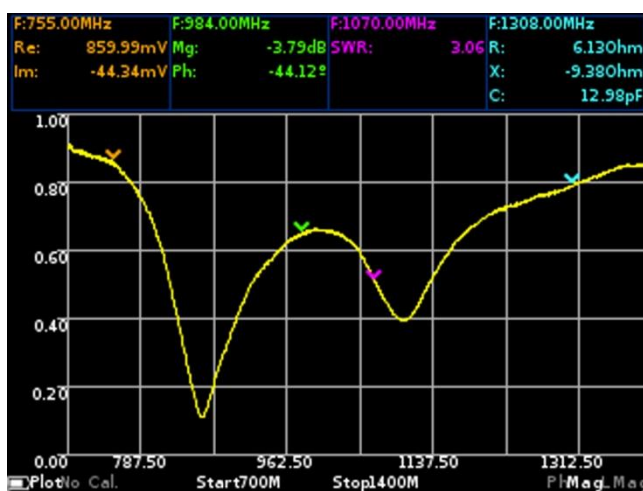

Рисунок 10.4 – Линейный график магнитуды КО
10.4.1. На данном графике отображается зависимость магнитуды КО от частоты в линейном масштабе (Рисунок 10.4). На экране прибора отображается как **Mag**. Включение, выключение отображения данного графика на экране и его настройка, производится, как указано в п. 9.3.